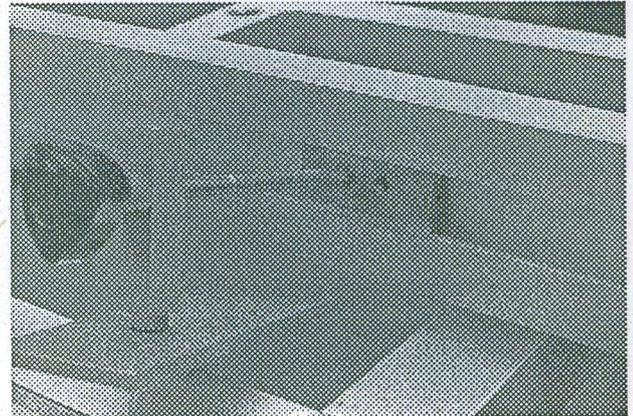

Bild 4.25
- Das Klemmelement wie auf Bild 4.25 sichtbar in den Längenanschlag einschieben.